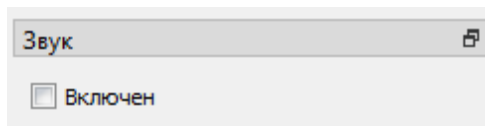

Рисунок 11. Элемент интерфейса включения звукового сигнала
- Если степень различия измеренных ВАХ превышает заданный порог сравнения, то издается звуковой сигнал. По умолчанию звуковой сигнал отключен, но при необходимости его можно включить, установив галочку «включить» в разделе «звук» (рисунок 11).